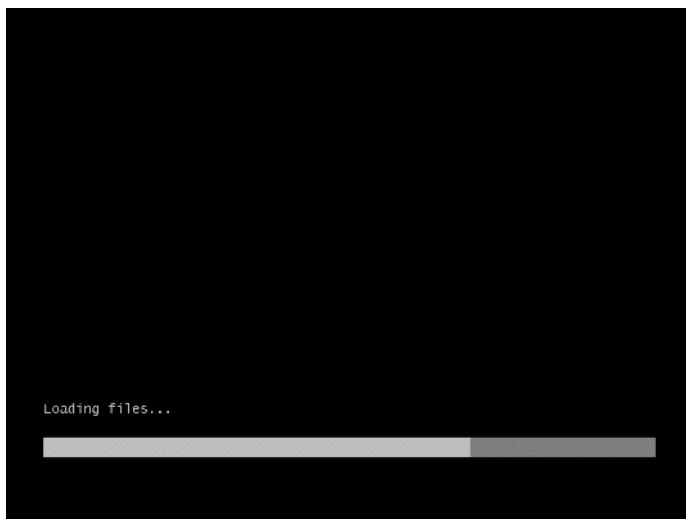

图 6-21
- c. 系统从光盘启动后,开始加载系统文件,如图 6-21 所示。Windows 系统文件加载需要一定时间,请耐心等待。